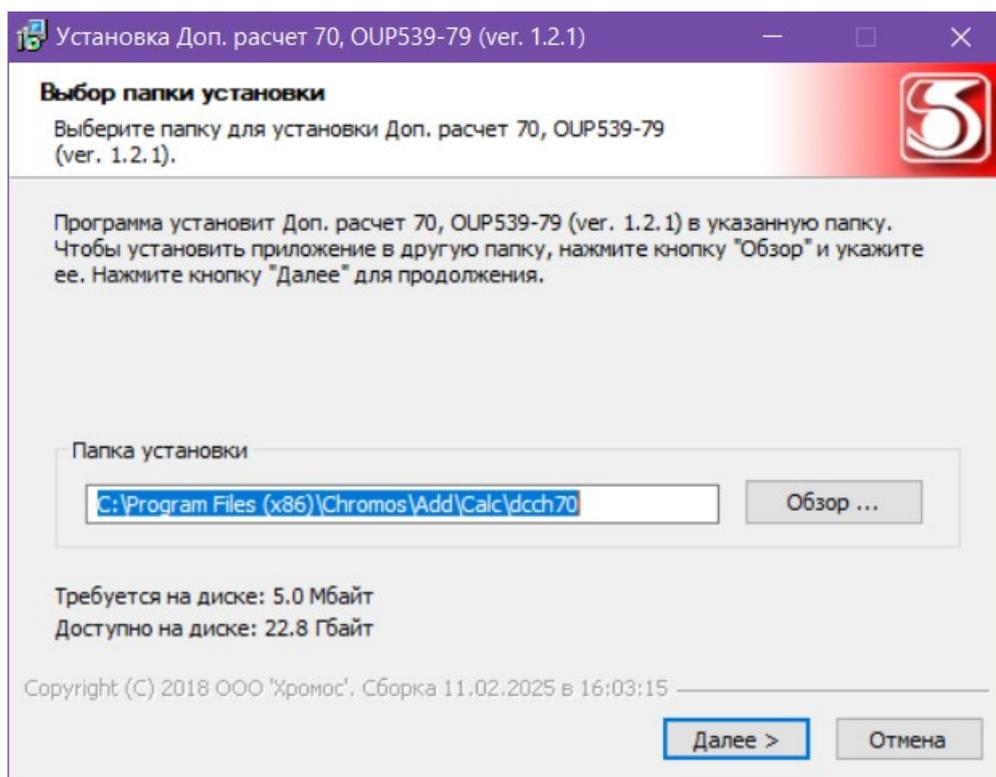

Рис. 1: Установка программы
2. Укажите путь установки программы и нажмите **Далее >** (Рис. 1).